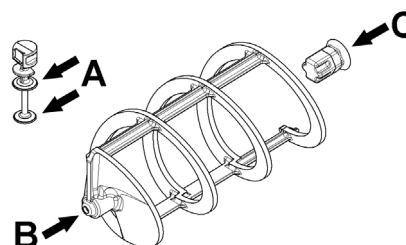

figura 9
- 2 Lubricar el pistón del grifo de erogación, el empalme hexagonal y el mezclador en los puntos indicados en la figura 9 utilizando exclusivamente la grasa que se entrega de serie con la máquina u otra grasa para uso alimentario.
- 3 Montar de nuevo el grifo de erogación en el recipiente con secuencia inversa respecto a la de la figura 9.